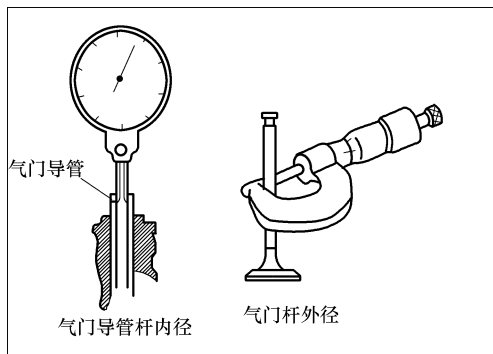

图 2-80 测量气门导管与气门杆之间的间隙
4) 气门导管。如图 2-80 所示,测量气门导管与气门杆之间的间隙,间隙超过极限值时更换气门导管或气门或两者均更换。